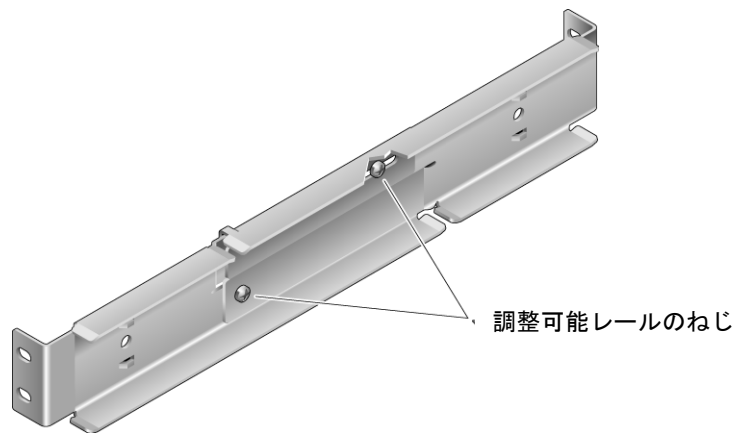

図 3-15 調整可能レールのねじ
2. 各調整可能レールの中央にある 2 本のねじを緩めて、調整可能レールを伸ばせるようにします (図 3-15)。
5. 各調整可能レールの中央の 2 本のねじをきつく締めます (図 3-15)。